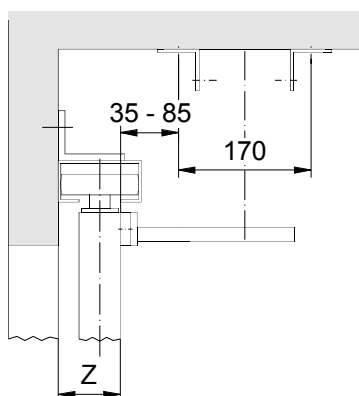

Fig. 6
- * Zusätzliche Aufhängung wenn Mass B über 3'500 mm: Bohrloch (14) anzeichnen.
- Lage der Befestigungslöcher parallel zum Tor anzeichnen. Fig. 6